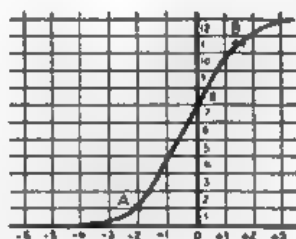

Fig. 31. De karakteristiek van een lamp (een triode).
W. — Volgens deze waarden schetsen we nu de karakteristiek van de lamp (fig. 31). Die kromme vormt als het ware het paspoort van de lamp. Zij licht ons in over haar eigenschappen en staat ons toe haar zoo goed mogelijk te gebruiken. Men kan bij deze kromme drie verschillende deelen onderscheiden: ten eerste het deel van het linkereinde tot aan het punt A, dat heet de *onderste bocht*. Vervolgens neemt tusschen A en B de stroom evenredig toe met de roosterspanning: dat is het *rechte deel* van de karakteristiek. Tenslotte, bij B te beginnen, krijgen we de *bovenste bocht*, gevolgd door een vrijwel horizontale lijn, die overeenkomt met den verzadigingsstroom: de kathode kan dan niet meer electronen leveren.